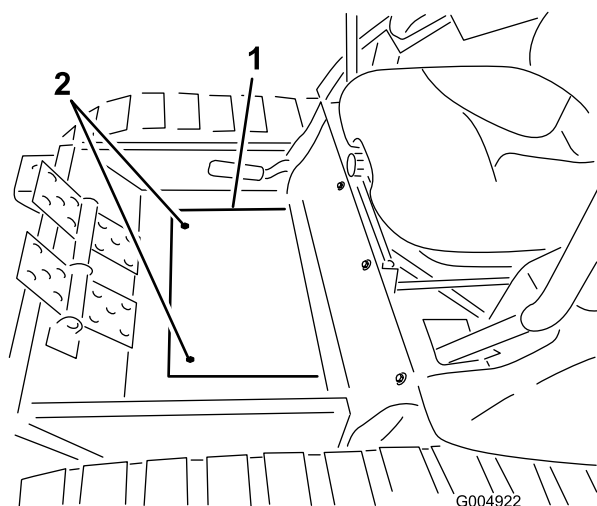

Figura 74
3. Retire los 2 tornillos que sujetan la cubierta de la chapa de suelo y, retire la cubierta (Figura 74).